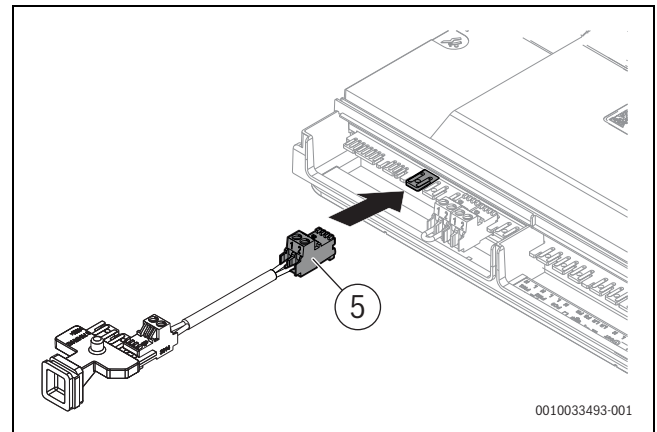

Bild 115 BUS-Kabel am BUS-Steckplatz der Klemmleiste anschließen
- BUS-Kabel der Anschlussleiste (→ Bild 115, [5]) am BUS-Steckplatz der Klemmleiste anschließen.